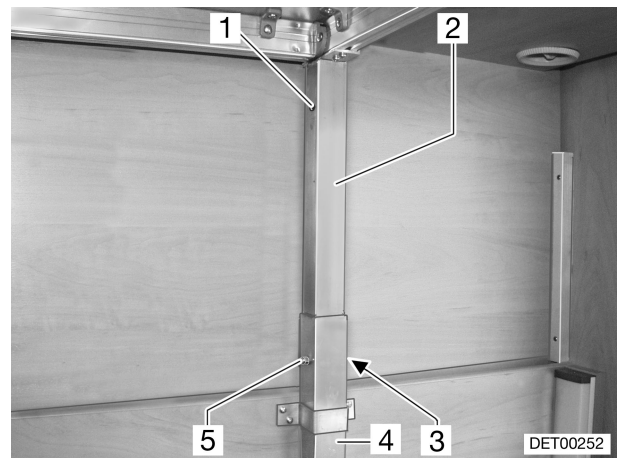

Bild 66 Heckbett, mechanisch absenkbar
- Die Muttern (Bild 66,5) an den vier Aufnahmen (Bild 66,4) abschrauben.
- Das Bett leicht anheben und die Schrauben (Bild 66,3) an allen vier Aufnahmen herausziehen.
- Das Bett ohne zu verkanten anheben oder absenken, bis die Bohrungen (Bild 66,1) in der Stütze (Bild 66,2) und der Aufnahme (Bild 66,4) übereinstimmen.